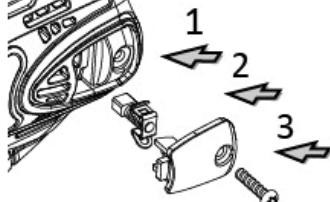

Fig. 2
- B. Montera två nya kolborstar på både höger och vänster sida. (Se fig. 2, steg 1).
- D. Använd skruvdragaren för att dra åt skruven från husets bakre hölje. (Se fig. 2, steg 2 och 3).